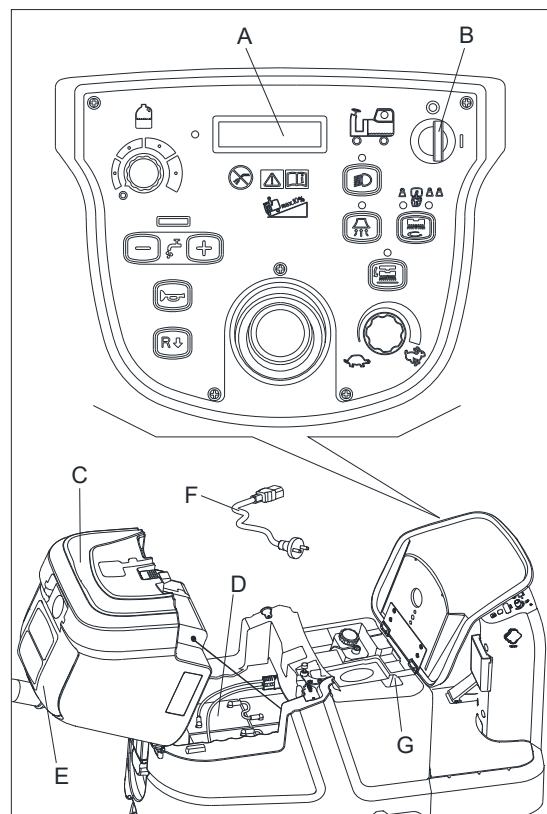

Рисунок 18
Заряжайте батареи, если справа в нижней части ЖК-экрана отображен только один или два прямоугольника (А, Рисунок 18), или каждый раз после выполнения очистки.
1. Откройте крышку бака грязной воды (Е, Рисунок 18), чтобы проверить, пуст ли резервуар (С, Рисунок 18), или опустошите бак грязной воды через сливной шланг.
3. Поверните ключ зажигания (В, Рисунок 18) в положение «О».
4. Аккуратно поднимите сливной бак (С, Рисунок 18).
- Проверьте уровень электролита батарей (D, Рисунок 18), в случае необходимости откройте крышку, чтобы долить электролит, а затем закройте ее.